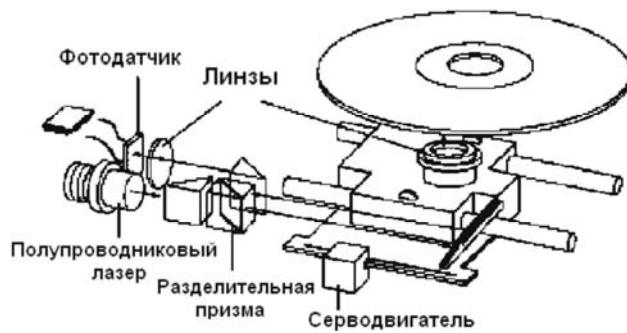

Рис. 8. Структура накопителя CD-ROM
1. *Полупроводниковый лазер* (рис. 8) генерирует маломощный инфракрасный луч, который попадает на отражающее зеркало.